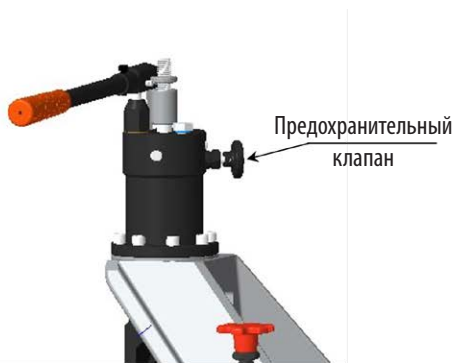

рис. 3
1. Откройте предохранительный клапан на гидравлическом насосе против часовой стрелки и поднимите канавочный ролик в верхнее положение. См. рисунок 3.